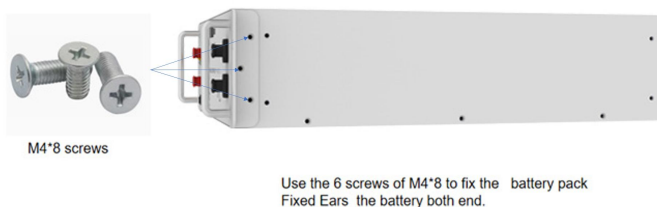

Abbildung 4-2
- a) Befestigen Sie mit den 6 Schrauben M4*8 die Festösen des Akkupacks an beiden Enden des Akkus entsprechend der Abbildung 4-2.